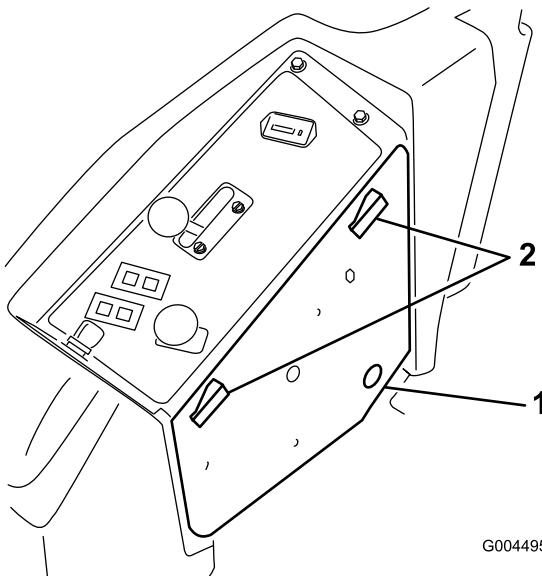

Рисунок 22
2. Отсоедините защелки крышки панели управления и отложите ее в сторону (Рисунок 22).